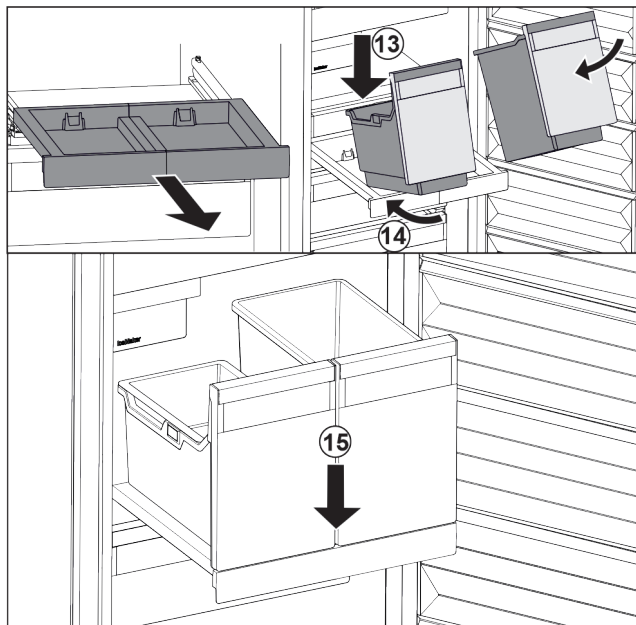

Fig. 105
- ▶ Sæt beholderne skråt på udtrækshylden. Fig. 105 (13)
- ▶ Skub beholderne skråt bagud. Fig. 105 (14)
- ▶ Sæt beholderne ned foran. Fig. 105 (15)